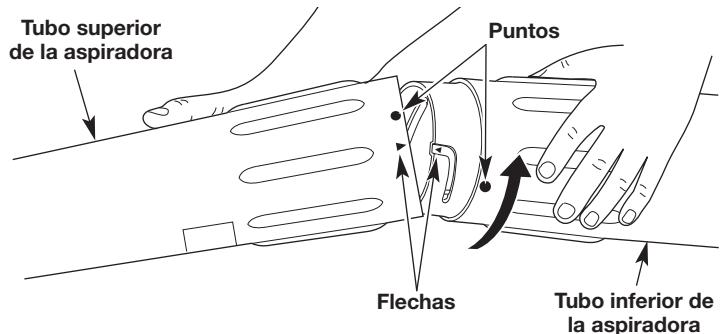

Fig. 5
1. Debe alinear la flecha del tubo inferior con la flecha del tubo superior de la aspiradora (Fig. 5).
2. Inserte el tubo inferior en el tubo superior de la aspiradora (Fig. 5).
3. Con ambas manos, gire el tubo inferior de la aspiradora hacia la derecha hasta que calce en su lugar (Fig. 5).
NOTA: Cuando está bien armado, el punto del tubo inferior queda alineado con el punto del tubo superior de la aspiradora (Fig. 5).